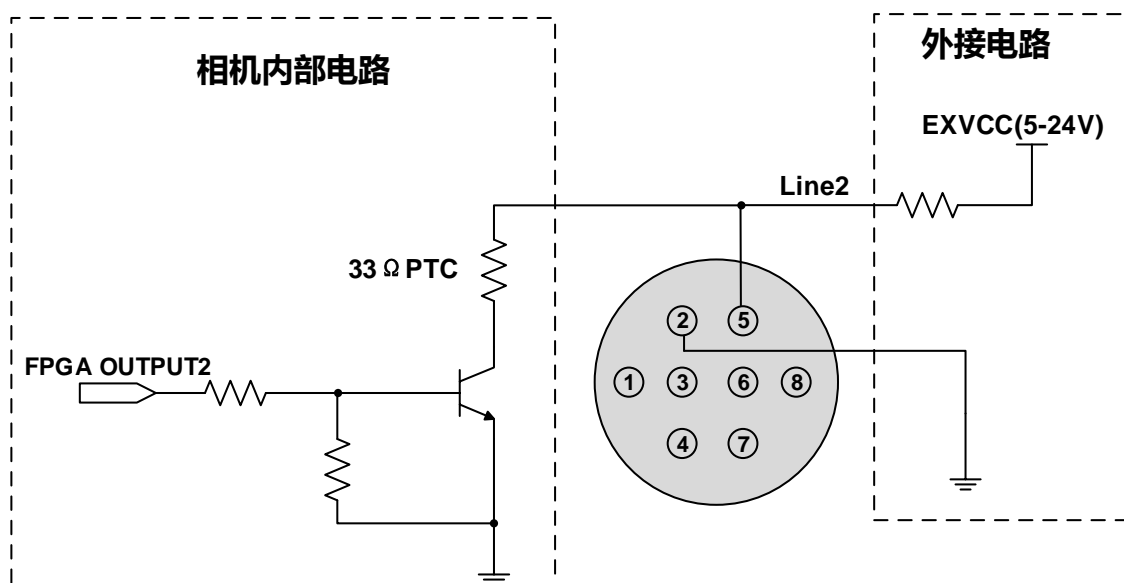

图 7-11 Line2 配置为输出引脚时相机内部等效电路
- Line2/3 配置为输出引脚时, 相机内部等效电路图 7-11, 以 Line2 为例